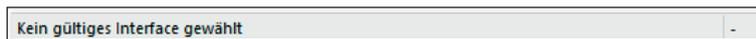

Abb. 5-17: Statusleiste: "Kein gültiges Interface ausgewählt"
- ☞ Falls in der Statuszeile kein Interface angezeigt wird (Abb. 5-17), fahren Sie fort mit Kapitel 5.4.4.3 "Kommunikationsschnittstelle auswählen".
Das XCP-Gateway ist als Bus-Schnittstelle konzipiert und wird daher im Dialog **Interface** aufgelistet. Falls nach dem Programmstart in der Statusleiste kein XCP-Gateway angezeigt wird, erscheint unten in der Statuszeile die Meldung **Kein gültiges Interface gewählt** (Abb. 5-17). Dies bedeutet, dass die passende Kommunikationsschnittstelle noch ausgewählt werden muss.